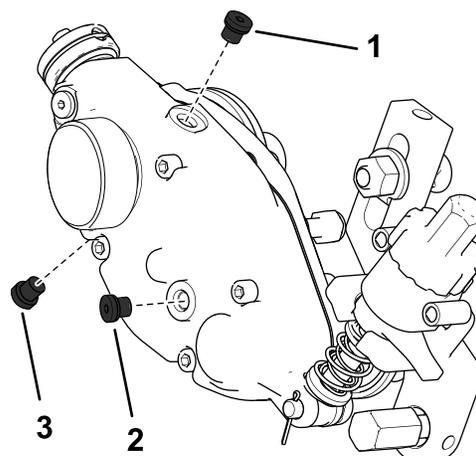

図 30
2. ハウジングの下にあるドレンプラグを抜く 図 30。
3. ハウジングの側面にあるオイル補給プラグと上部にある通気プラグを抜いてオイルを抜けやすくする 図 30。